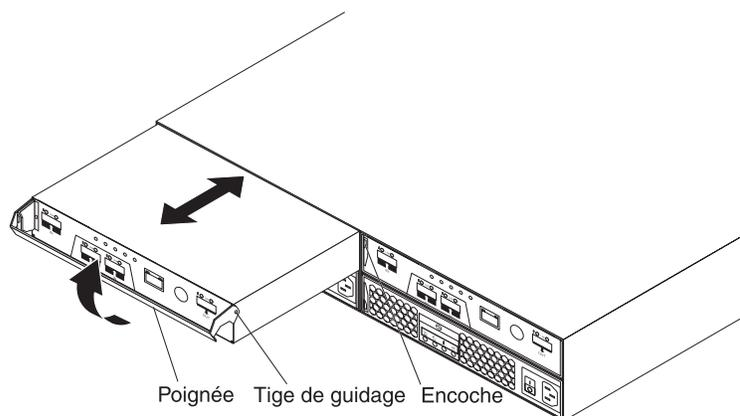

Figure 42. Retrait et remplacement du contrôleur A
- b. Tirez lentement sur la poignée pour l'écarter du boîtier et extraire le contrôleur de sa baie, comme illustré dans la figure 42.
- b. Assurez-vous que les tenons latéraux du contrôleur s'enclenchent dans les encoches du boîtier du DS3200. Voir la section figure 42, à la page 77.